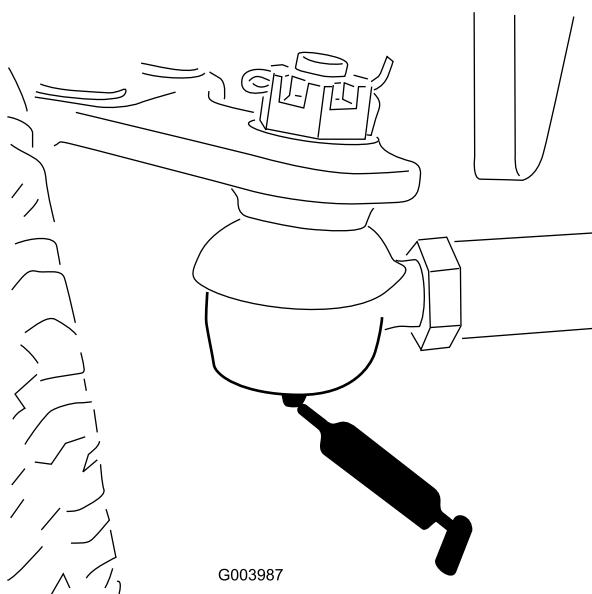

Bild 46
- Drehbüchsen der Hinterachse (2) (Bild 46)